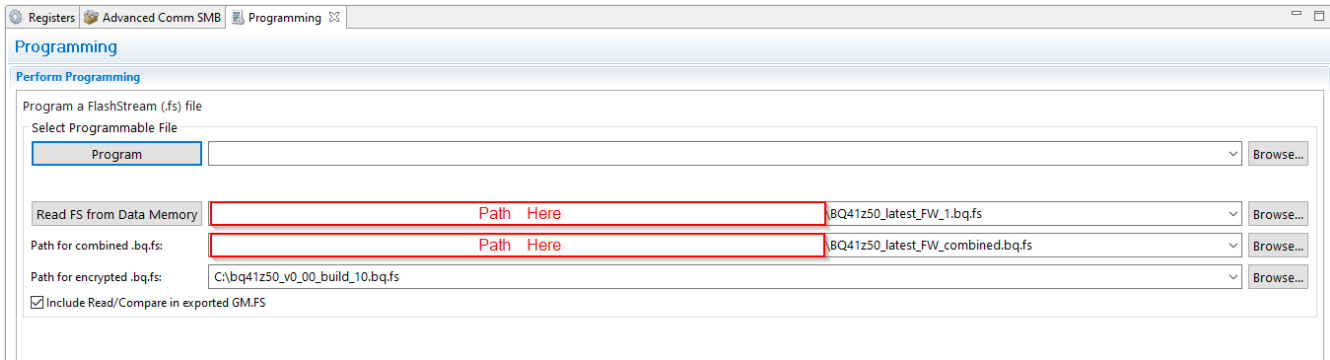

图 4-5. 编程屏幕
“Programming”屏幕的上方部分用于初始化器件，具体通过将 .bq.fs 文件加载到闪存存储器中来实现（请参阅图 4-5）。
“Programming”屏幕的下方部分用于从器件导出所有闪存存储器内容（请参阅图 4-5）。
2. 在 **Path for combined .bq.fs** 中，按 **Browse** 按钮并输入 .bq.fs 文件名，该文件名来自上述名称（例如 filename_combined），请参阅示例图 4-5。组合的 .fs 文件包含要在生产中上传的加密 FW 和用户特定设置。